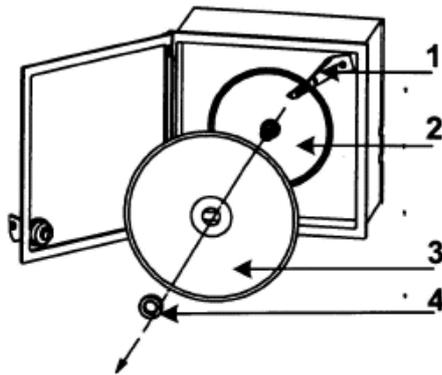

Fig.11
5.4.1 Mise en place du diagramme (Fig.11)